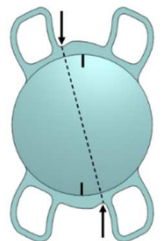

Abbildung 2: Vorderansicht der Linse mit Darstellung der korrekten Lage der Einbuchtungen sowie der flachen Zylinderachse auf 90°.
• Bei der Implantation ist auf die korrekte anteriore/posteriore Ausrichtung der IOL zu achten: Die IOL ist lagerichtig implantiert, wenn eine gedachte Verbindungslinie zwischen den zwei kleinen gegenüberliegenden Einbuchtungen am Optikrand von links oben nach rechts unten verlaufen (siehe Abbildung 2).
- Für die Korrektur des Hornhautastigmatismus wird die Strichmarkierung der IOL (Meridian mit niedrigster Wirkung, r_1) auf die steile Achse der Hornhaut gedreht (Abbildung 2).